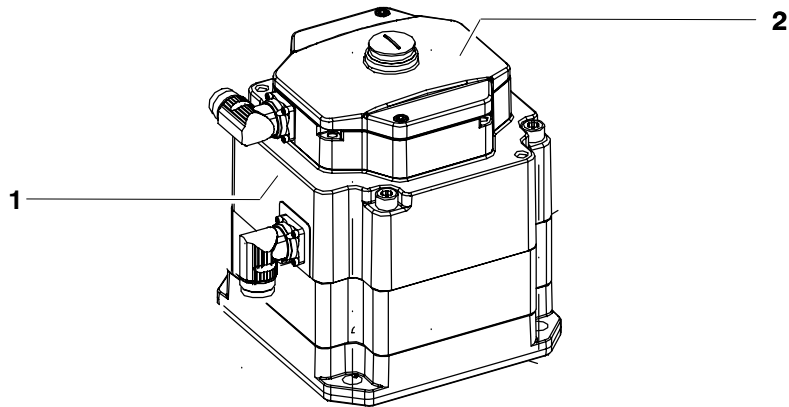

Fig. 7 Unité d'entraînement pour entraînement axe majeur
Les axes 1, 2 et 3 du manipulateur sont entraînés par des unités d'entraînement conformément à la Fig. 7. Un entraînement pour axe majeur est formé d'un servomoteur AC (1) sans balais avec frein mono-disque à aimant permanent et résolveur d'arbre creux (2), les deux intégrés. Les entraînements des axes majeurs 1, 2 et 3 sont de construction égale.